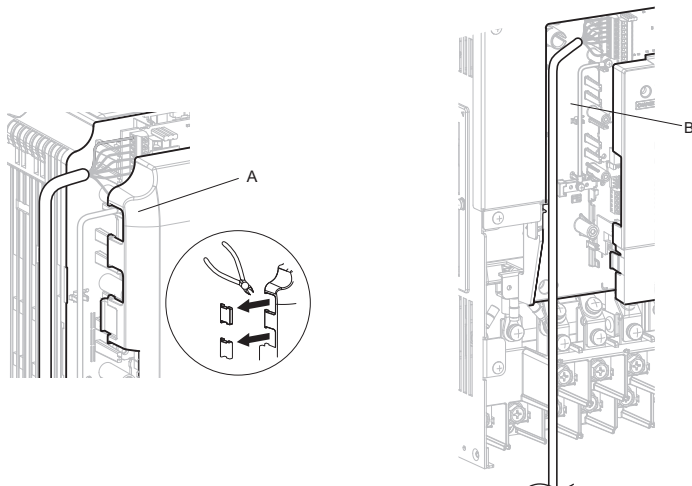

図 9 ケーブルの配線方法
インバータにより配線方法が異なります。インバータ内部に十分な配線スペースがない場合は、インバータのフロントカバー左側のケーブル配線用スペースをニッパなどで加工し、図 9 (A) のようにケーブルをインバータの外に出して配線してください。切り口でケーブルが傷つくことがないように切断面を紙やすりなどで処理してください。
インバータ内部に配線スペースがある場合は、図 9 (B) のようにインバータ内にケーブルを配線してください。